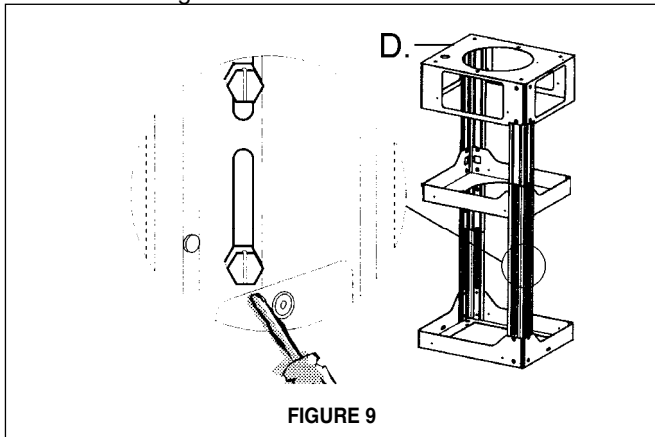

FIGURE 9
6. Déterminer l'emplacement approprié pour le câble d'alimentation, tel qu'il est indiqué sur le gabarit. Utiliser un foret de 1 1/4 po pour faire un trou et y passer le câble d'alimentation. Utiliser de la pâte à calfeutrer pour sceller tout autour du trou. **NE PAS mettre en circuit tant que l'installation n'est pas complétée.** Une pastille enfonçable est prévue en haut de le TREILLIS (D de la FIGURE 9) pour le câble d'alimentation.
8. Installer le TREILLIS (D de la FIGURE 9) au plafond en s'assurant qu'il le soit de façon sécuritaire. Déterminez la longueur désirée du TREILLIS et ajustez la longueur de l'appui en enlevant les quatre vis (de la FIGURE 9) avec un tournevis à lame plate. Une fois la longueur du TREILLIS est déterminée, installe et serre les quatre vis.